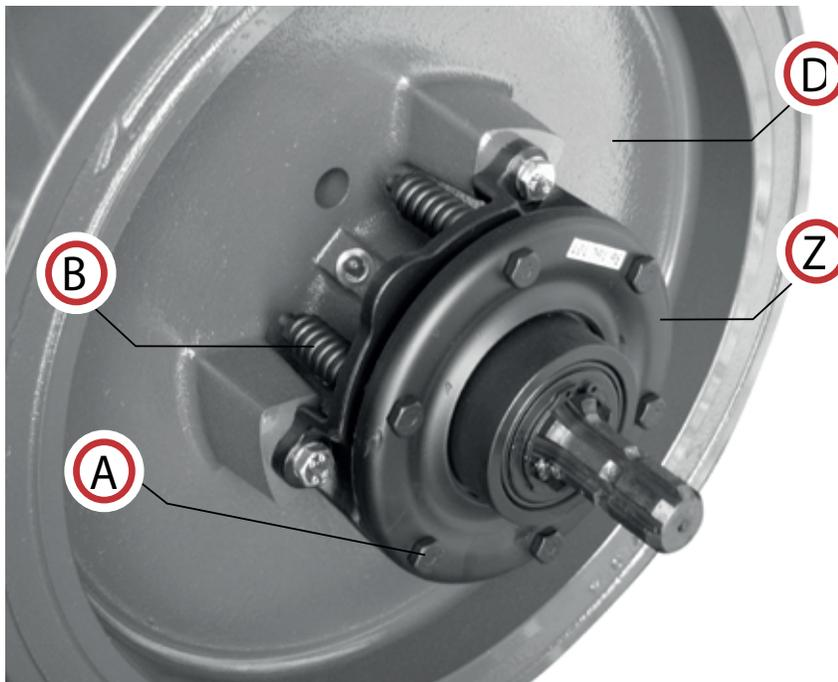

Fig.1
y por lo tanto, una nueva calibración debe realizarse atornillando todos los pernos (A) de los resortes (B) (Fig. 1) de forma uniforme durante una cuarta vuelta.